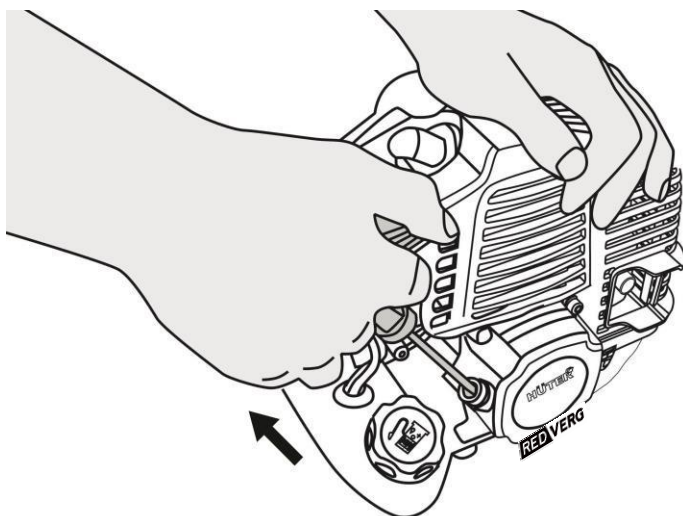

Рис. 19.1 Запуск двигателя
8.7. Повторно дерните ручку стартера, Рис.19.1. пока двигатель не заведется. Не делайте резкий рывок ручкой до «зацепления» стартера, это может вызвать его поломку. Затем, после запуска и работы двигателя 20-30 сек на высоких оборотах установите заслонку в положение полностью открыто  Рис.19.2.